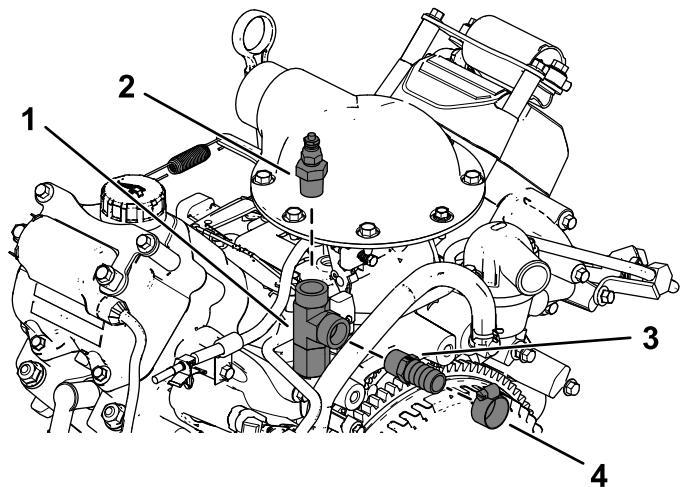

Рисунок 9
3. Установите реле температуры и шланг (3/8 дюйма), а также переходной штуцер (5/8 дюйма) с помощью шланговых хомутов, как показано на Рисунок 9.